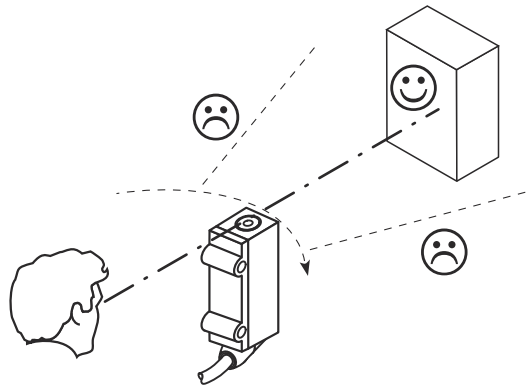

Figura 3: Orientazione del sensore
- ① Oggetto bianco, coefficiente di riflessione 90%
- ② Oggetto con 6% ... 90% coefficiente di riflessione (corrisponde a bianco standard conformemente a DIN 5033)
3. Scegliere la posizione in modo tale che la luce infrarossa (non visibile) colpisca il centro dell'oggetto. L'orientazione corretta può essere rilevata solo tramite l'indicatore LED (oggetto riconosciuto, l'indicatore LED giallo si illumina) o con l'aiuto di una carta del convertitore a infrarossi (vedi il programma accessori di SICK). v. figura 3, pagina 78